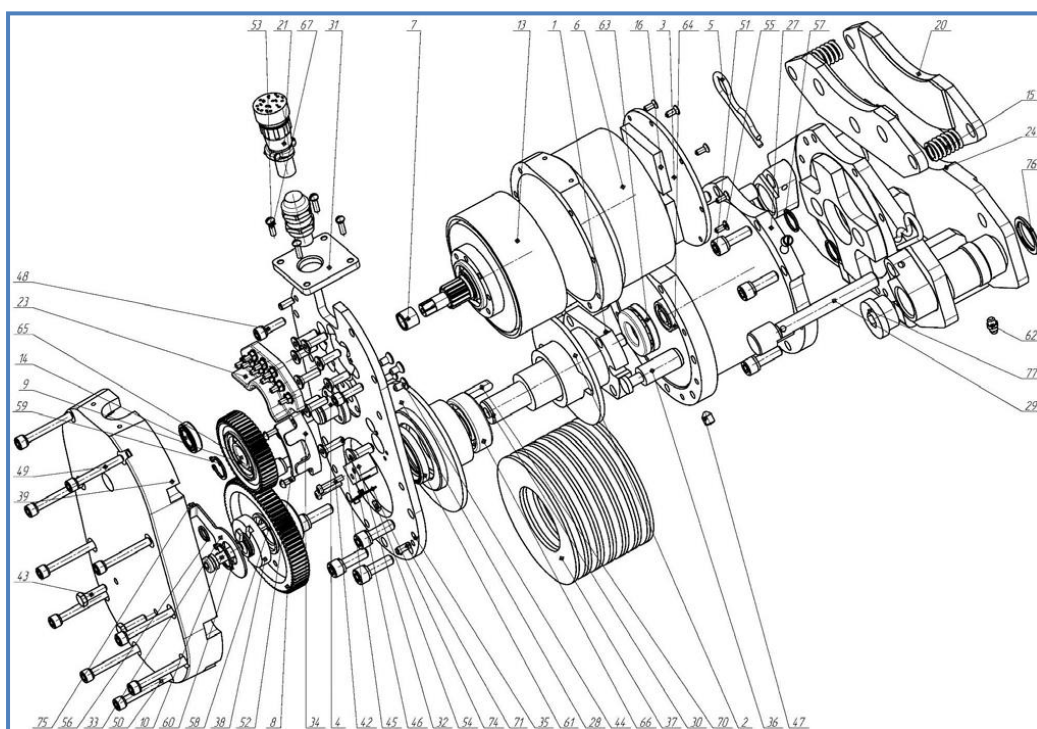

Рис. 59. Состав тормозного привода ИМТ-3-02
Электромеханическая тормозная система ЭМТС-1М-01 (рис. 57) состоит из: тормозного привода ИМТ-3-02 (рис. 59), который служит для создания сжимающего усилия на выходном звене и предназначен для установки на тележку трамвая. Тормозной привод (рис. 57) установлен на направляющих, закрепленных гайками и стопорными шайбами на фланце тягового двигателя. На выходном валу двигателя напрессован тормозной диск (2) и при помощи болта и шайбы закреплен от осевого перемещения.
Тормозной диск расположен таким образом, что тормозные колодки 20 (рис. 59), установленные на суппорте 24 привода ИМТ-3-02 охватывают его с двух сторон и при отключенном приводе ИМТ-3-02 зажимают тормозной диск 1 (рис. 59), затормаживая тяговый двигатель.
Привод тормозной ИМТ-3-02 (рис. 59) содержит суппорт 24 с закрепленным стаканом 27. Коаксиально оси стакана на подшипниках 63, 64, 66, размещенных в суппорте 24 и поджимном фланце 28, с возможностью вращения, установлен винт 30 шарико-винтовой передачи. С винтом 30 посредством редуктора, состоящего из колес 8 и 9, связан двигатель 13, причем колесо 8 установлено на винте 30 и закреплено посредством шпонки 70, шайбы 38 и винта 10. На винте 30 установлена гайка 1, в торец которой упирается шайба упорная 2 и пакет пружин 37. Другим торцом пакет пружин 37 упирается в торец фланца поджимного 28. Фланец поджимной 28 установлен в пластину 35, на которой закрепляется ось 4. На ось 4 устанавливается колесо 9 с завальцованным подшипником 65. Суппорт 24 содержит две направляющие оси 29, расположенные параллельно оси винта 30. На направляющих 29 расположены колодки 20. Между колодками на направляющих 29 установлены пружины 15. На гайке 1 в пазах установлены толкатели 36, выходные концы которых упираются в колодку 20. Толкатели 36 запираются в пазах гайки 1 упорной шайбой 2. Вал двигателя 13 снабжен шейкой для установки ключа. На шайбе 38 в пазах закреплены магниты 75, которые удерживают от свободного поворота лепесток 33, сцентрированный на шайбе 38. В дополнение к магнитам, лепесток 33 в осевом направлении зафиксирован стопорным кольцом 60, расположенным в канавке шайбы 38. На отогнутой части лепестка закреплен магнит 75. На пластине 35 через опору 32 закреплен датчик 74. При вращении колеса 8 лепесток 33 перемещается по сектору, ограниченному двумя винтами-упорами 43 и направленному относительно оси колеса 8 в сторону клеммника 23. Провода от датчика 74 уложены в паз предохранителя 34 и выведены на клеммник 23. Предохранитель и клеммник крепятся на пластине 35. Крышка 39 крепится на пластине 35. Шарико-винтовая передача работает в масляной ванне. Слив отработанного масла, и заправка нового осуществляется через отверстия (2 шт.), заглушенные винтами 47. Для уплотнения выходного конца винта 30 в поджимном фланце 28 установлена манжета 61. Уплотнение по плоскости контакта зубчатого колеса 8 и шайбы 38 осуществляется кольцом 58, а винта 10 по шайбе 38 - кольцом 56. Уплотнение толкателей 36 в отверстиях суппорта 24 осуществляется кольцами 57. Для уплотнения вала двигателя 13 по крышке 39 в последней установлена манжета 14. Устройство работает следующим образом. При подаче напряжения питания двигатель 13 посредством редуктора вращает винт 30 шарико-винтовой передачи. Гайка 1 совместно с толкателями 36 перемещается вдоль оси винта 30 и сжимает пакет пружин 37. Перемещение выполняется до тех пор, пока не образуется зазор 1,7 мм между колодками 20 и тормозным диском (примерно 2 оборота вала двигателя). При этом лепесток 33 занимает крайнее положение, и его отогнутая часть с магнитом 75 располагается напротив датчика 74, который сигнализирует о том, что тормоз расторможен. Происходит удержание пакета пружин 37 в достигнутом положении двигателем 13. На панели водителя расторможенный тормозной привод отображается в виде прямоугольника белого цвета.
Суппорт 24 тормозного привода посредством направляющих 21 (рис. 59) устанавливается на тяговый двигатель таким образом, чтобы тормозной диск располагался между тормозными колодками 20 (рис. 59), а оси самих направляющих были параллельны оси тормозного диска. При отключении напряжения питания нагрузка с двигателя 13 снимается, и пакет пружин выталкивает гайку 1 с толкателями 36, благодаря чему колодка 20 прижимается к тормозному диску. Сила прижатия заставляет суппорт 24 тормозного привода перемещаться в осевом направлении тормозного диска до достижения контакта между второй колодкой и диском. Таким образом зазоры между колодками и диском будут исключены и диск заторможен. На панели водителя заторможенный тормозной привод отображается в виде прямоугольника красного цвета.